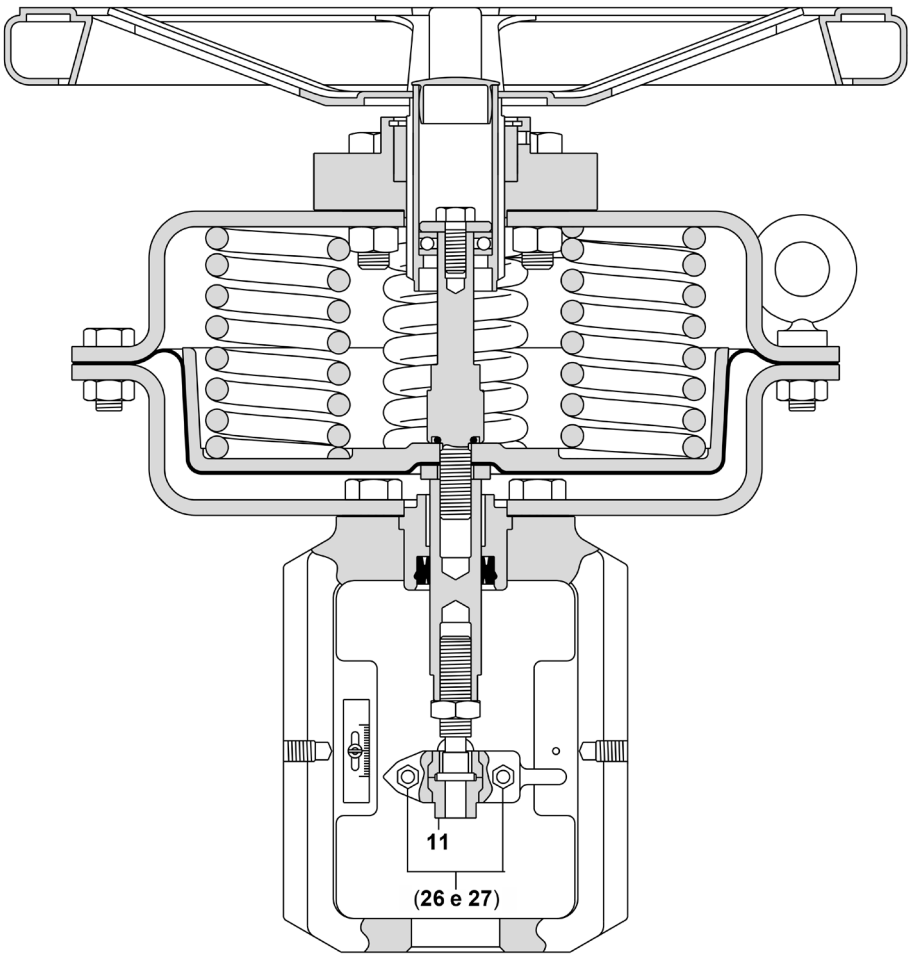

Fig.10
- Allentare e togliere i dadi e i bulloni del connettore a clamp (**26** e **27**, rif. Fig. 10) e rimuovere l'adattatore della valvola (**11**).